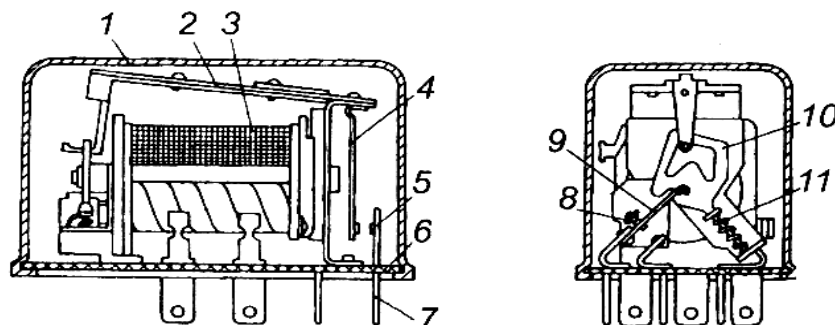

Рисунок 5.18 – Реле переключения фар РС711
18. Опишите устройство и принцип действия реле переключения фар (рисунок 5.18).